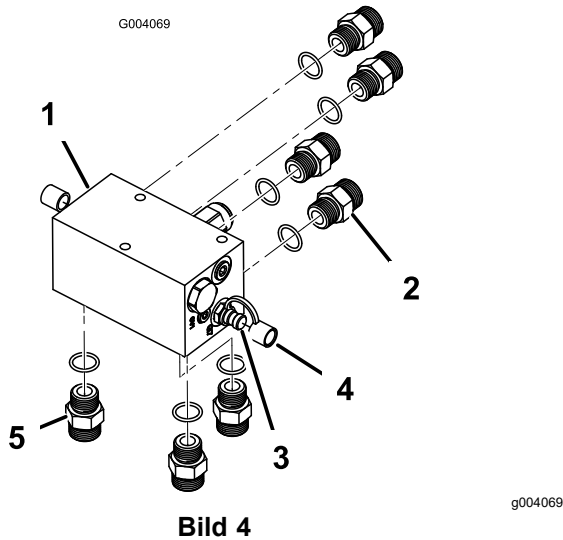

Bild 4
1. Befestigen Sie vier gerade Hydraulikanschlussstücke hinten am Verteiler (Bild 4). Ziehen Sie die Anschlussstücke auf ein Anzugsmoment von 81 bis 89 N·m an.